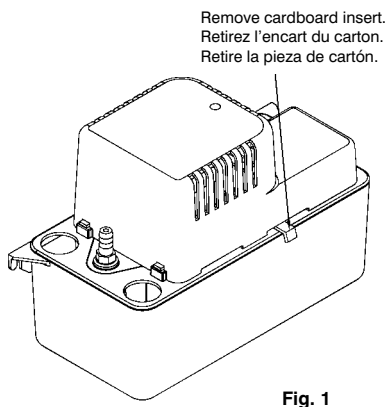

Fig. 1
- Carefully unpack the pump. Remove the cardboard packing from the motor cover air slots. Carefully slide the packing away from the pump. This packing is used to prevent switch movement during shipment (Fig. 1).
1. Déballez la pompe avec précaution en faisant gliser l'emballage. Enlever l'emballage de carton des fentes d'aération qui se trouvent sur le couvercle du moteur. Cet emballage est destiné à éviter le mouvement des commutateurs pendant le transport (Fig. 1).
1. Desempaque la bomba cuidadosamente. Quite el embalaje de cartón de los orificios de ventilación de la cubierta del motor. Retire el embalaje de la bomba, haciéndolo deslizar cuidadosamente. Este embalaje se usa para evitar el movimiento de los interruptores durante el transporte (Fig 1).